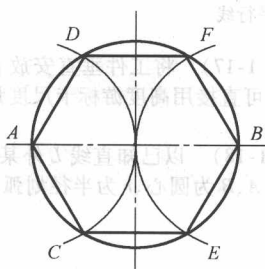

图 1-23 正六边形的划法
(2)在已知圆内划正六边形(图 1-23) 在圆内划出与要求边平行的中心线,交圆周于 A 、 B 两点;分别以 A 、 B 为圆心,圆的半径为半径划圆弧,交圆周于 C 、 D 、 E 、 F 四点;依次连接 AC 、 AD 、 BE 、 BF 、 CE 、 DF ,即可得正六边形。